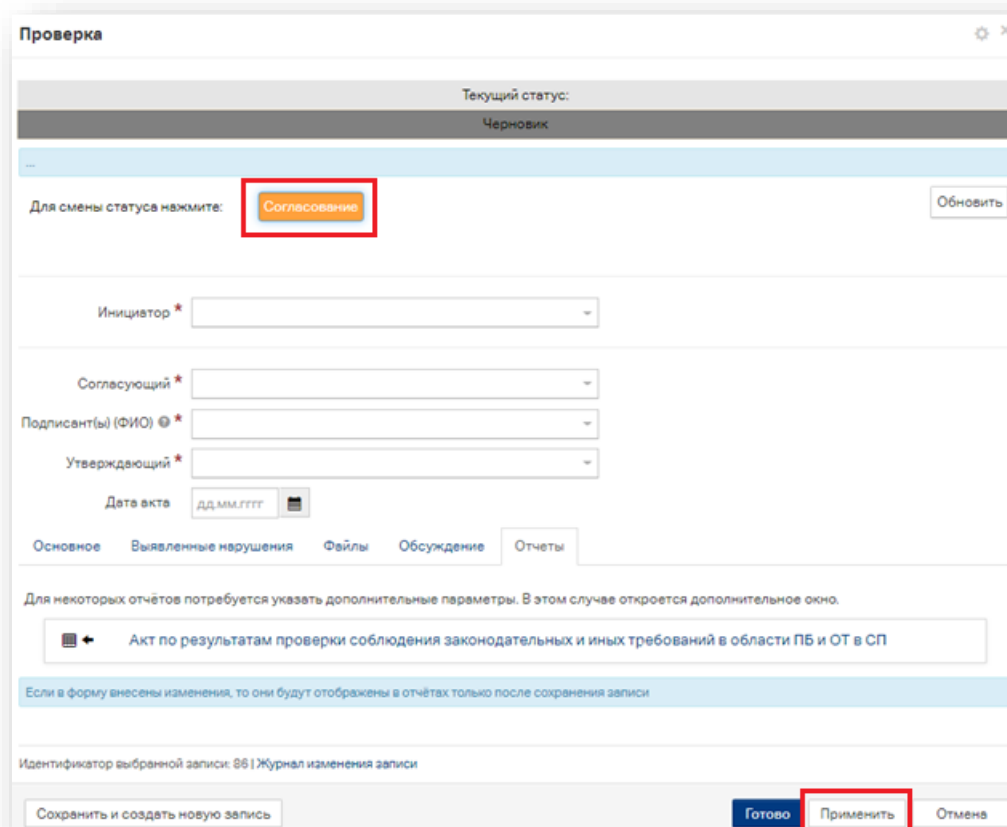

Рисунок 9.38. Сохранение формы и отправка на согласование/подписание/утверждение
После заполнения всех необходимых полей и вкладок соответствующей информацией в форме создания целевой проверки, для ее сохранения, нажмите кнопку «**Применить**» (1), а после этого, нажмите на кнопку «**Согласование**» (2), для того, чтобы отправить данную форму Согласующему (Рисунок 9.38):